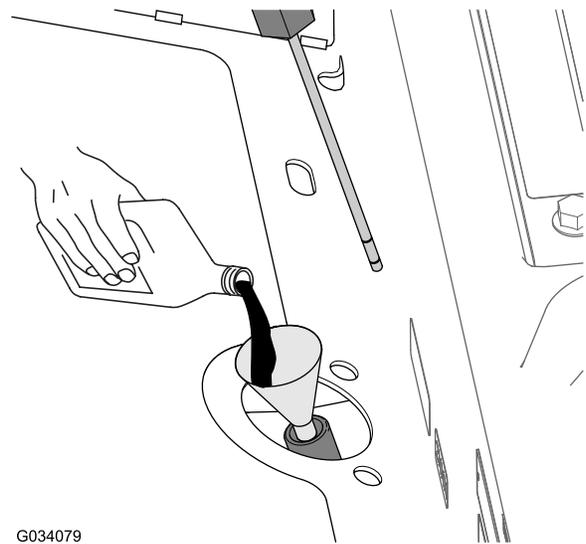
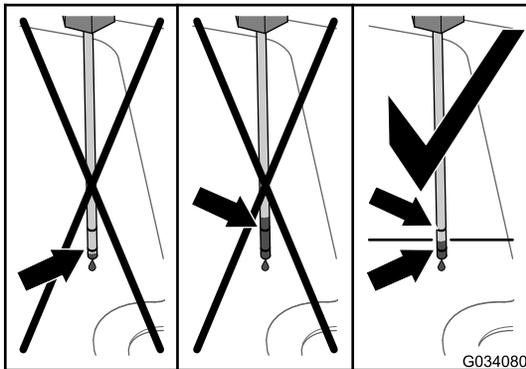

Bild 85
Bild 84
4. Nehmen Sie den Peilstab wieder heraus und prüfen Sie den Ölstand (**Bild 84**).
5. Wenn der Ölstand unterhalb der unteren Markierung am Peilstab liegt, füllen Sie das vorgegebene Hydrauliköl in den Einfüllstutzen (**Bild 85**), bis der Ölstand zwischen der oberen und unteren Markierung am Peilstab (**Bild 84**) liegt, siehe Spezifikation des Hydrauliköls (Seite 65).
6. Füllen Sie das vorgegebene Hydrauliköl in den Einfüllstutzen (Bild 85 in Hydraulikanlage und den Füllstand prüfen \(Seite 65\)), bis der Flüssigkeitsstand im Getriebegehäuse (Reservoir) zwischen der oberen und unteren Markierung des Peilstabs (Bild 84 in Hydraulikanlage und den Füllstand prüfen \(Seite 65\)) liegt, siehe Spezifikation des Hydrauliköls \(Seite 65\).